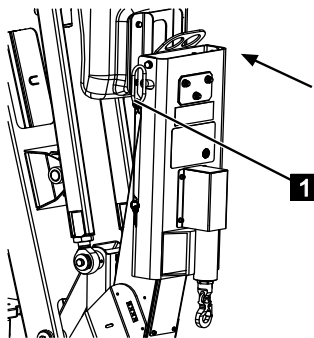

Fig. 108
3. Appuyez le dispositif de levage dans le sens de la flèche contre la fixation et insérez la goupille de verrouillage (Fig.108/1).